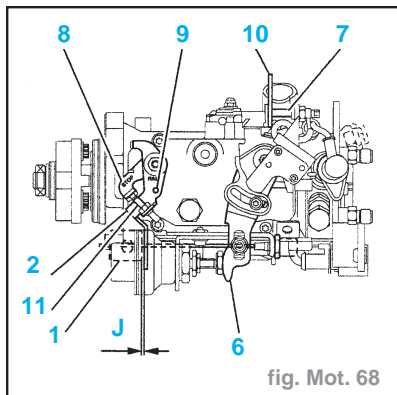

fig. Mot. 68
- Placer une cale de **3 mm** (10) entre le levier de charge (6) et la butée anticallage (7) (fig. Mot. 68).